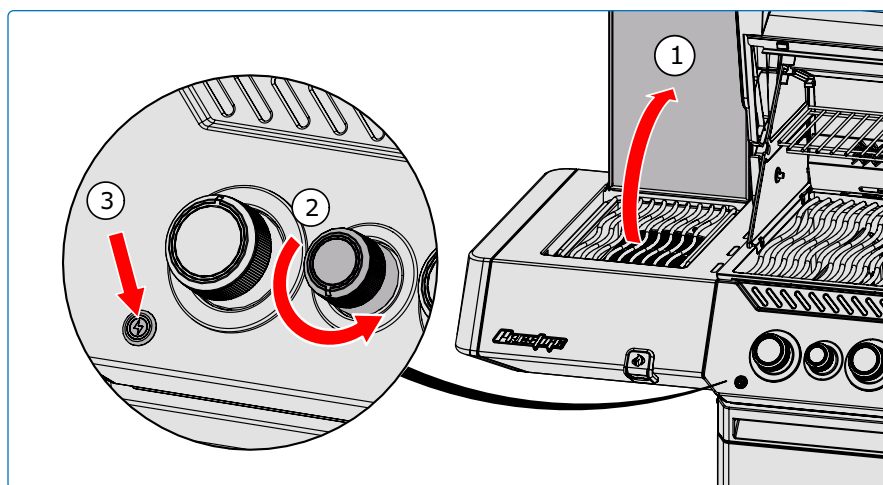

Fig. 7
4. Hvis brænderen ikke tænder inden for 5 sekunder – drej brænderkontrolknappen med urets retning til OFF-position. Vent 5 minutter. Gentag trin 2 og 3. **(Fig. 7).**